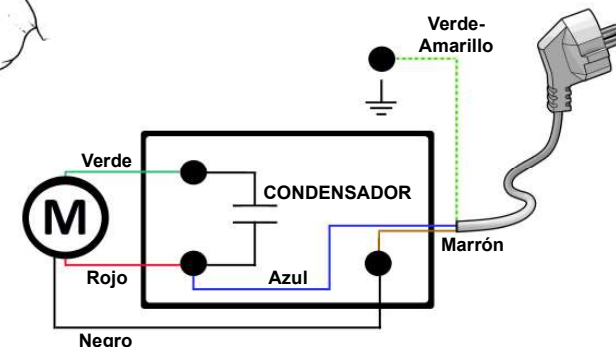

Figura 4: Conexión eléctrica
Motor bloqueado	Desbloquee el eje (figura 4) y compruebe el condensador
- Conecte la bomba a la red eléctrica teniendo en cuenta las especificaciones anteriores y el esquema eléctrico de conexión que se facilita a continuación (figura 4).